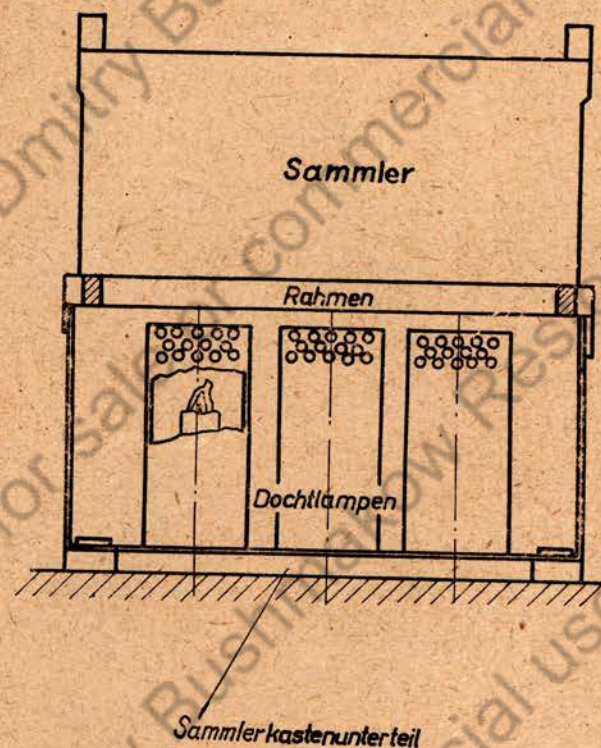

Bild 15 Aufwärmung des Sammlers
- Bild 15 Aufwärmung des Sammlers